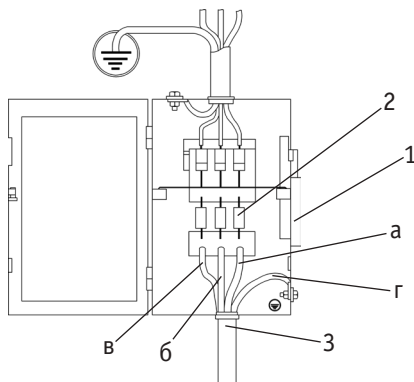

Рис. 8.3. Схема подключения к сети.
1. Подсоедините сетевой кабель к электросети с требуемыми параметрами. Проверьте надёжность соединения кабеля и сетевой розетки (См. рис. 8.3).